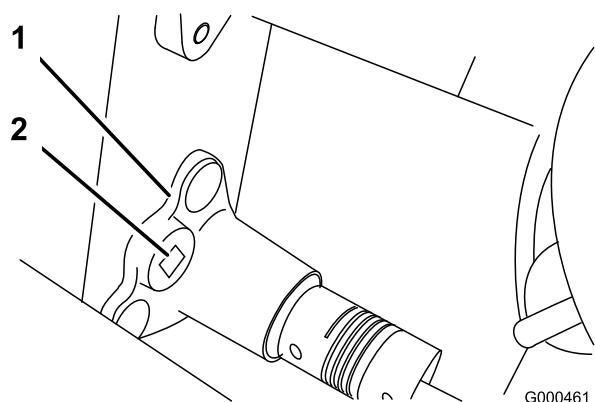

Figura 40
- Con una chiave torsiometrica da 9,5 mm (3/8") girate la sede del cuscinetto ad una coppia di 4-4,5 Nm per impostare la tensione della cinghia (Figura 40).